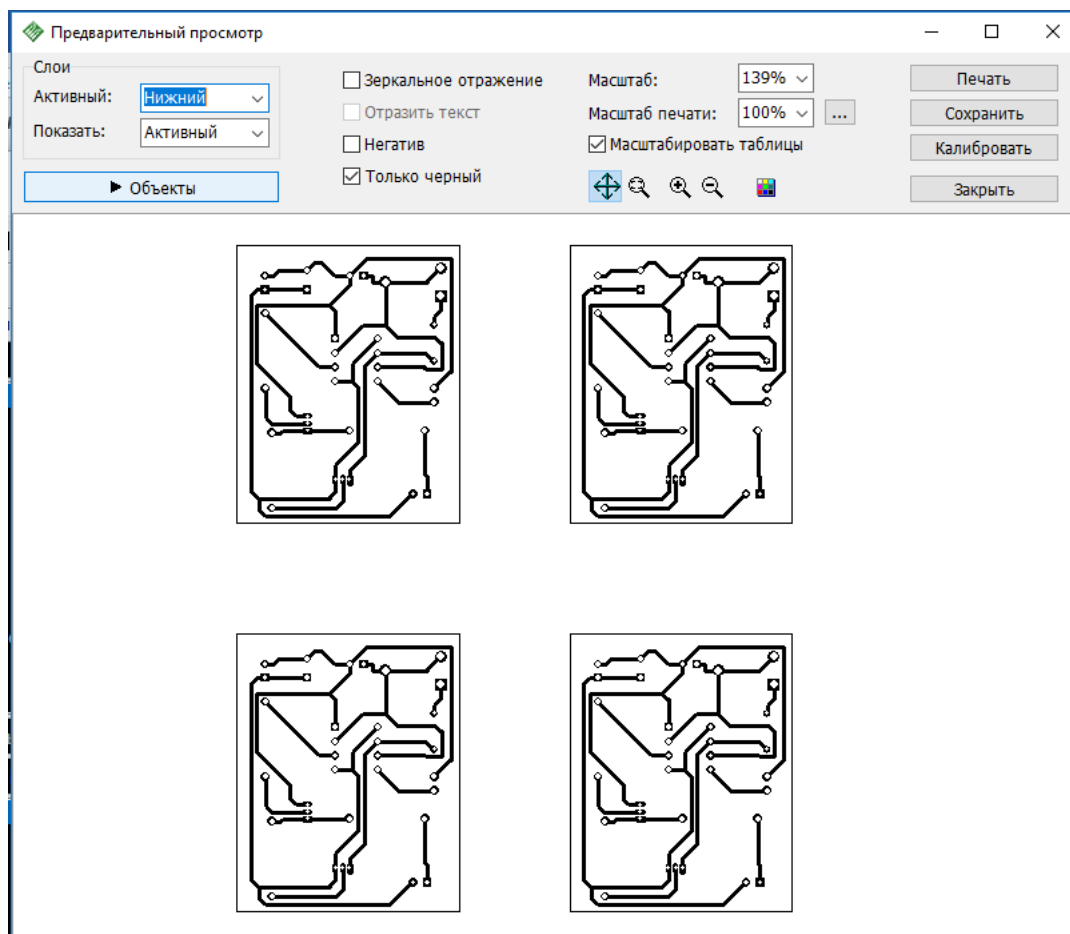
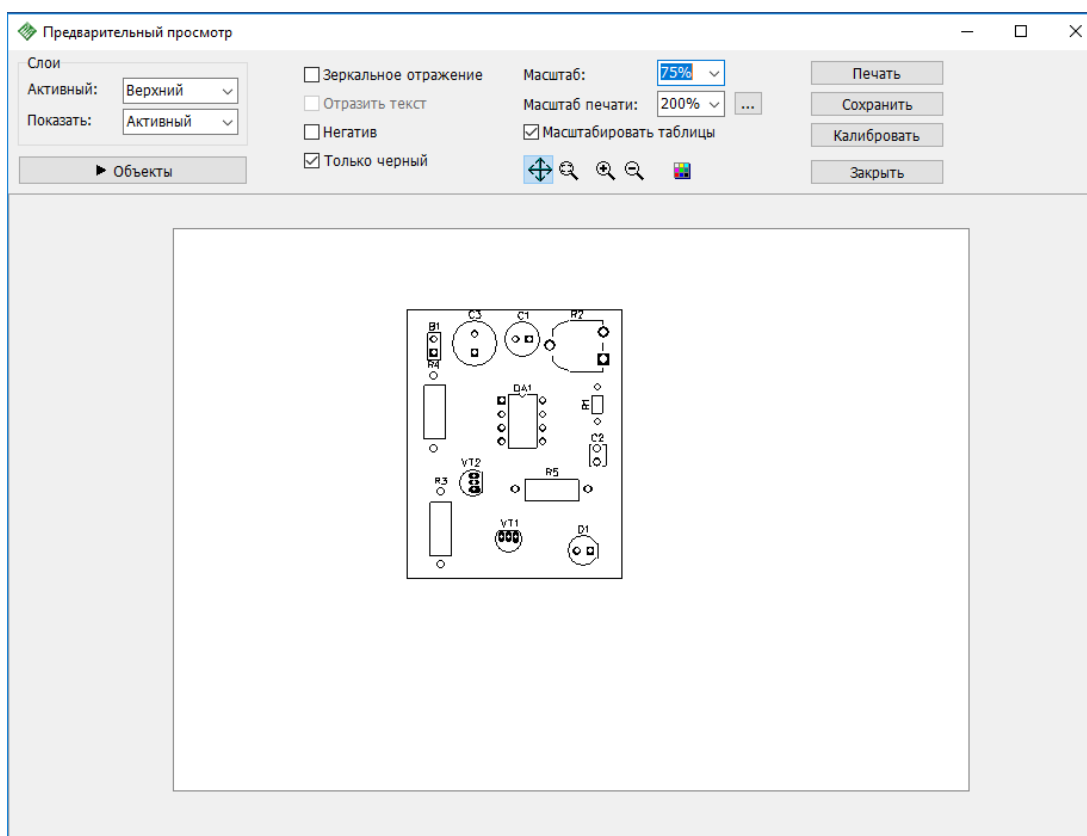

Рисунок 3.4 — Приклад креслення доріжок
Рисунок 3.5 — Приклад маркування ЕК.
6. За результатом роботи по трасуванню плати Ви повинні створити два PDF файли. Перший повинен містити виключно доріжки та контактні майданчики (рис. 3.4) та називатися «Плата», а другий маркування ЕК (рис. 3.5) з назвою «Вузол». Виконується це за допомогою роздрукування на віртуальному PDF принтері.